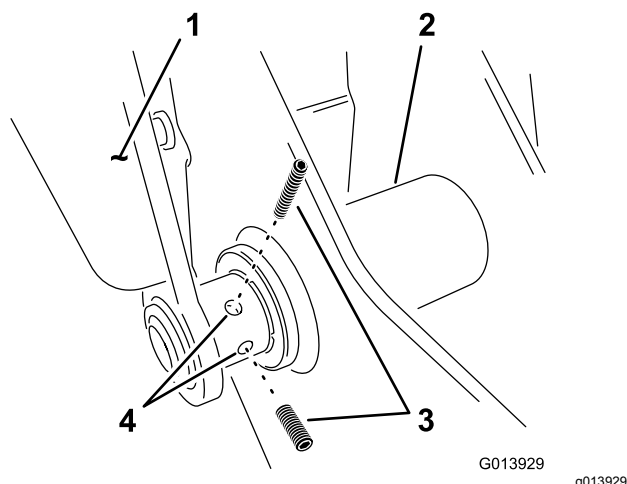

Figura 17
9. Montate due viti a pressione sul braccio sinistro nel punto inferiore della cerniera (Figura 17).